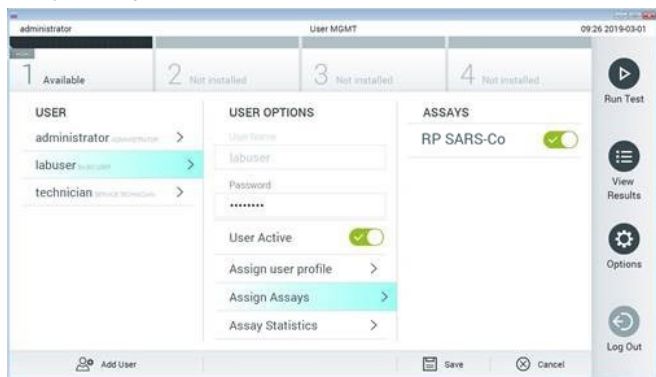

图 91. 分配激活的检测。
8. 按 **Options**（选项）按钮，再按“**User Management**”（用户管理）按钮，将激活的检测分配给用户。选择应允许运行检测的用户。然后从“**User Options**”（用户选项）中选择 **Assign Assays**（分配检测）。启用检测并按 **Save**（保存）按钮（图 91）。